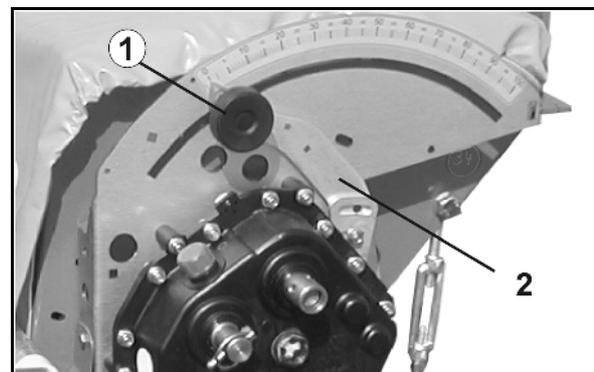

Fig. 34
1. Desserrez le bouton d'arrêt (Fig. 34/1) du levier de réglage de boîtier.
2. Poussez le repère du levier de réglage du boîtier (Fig. 34/2) sur le réglage de boîtier souhaité.
3. Serrez le bouton d'arrêt (Fig. 34/1).